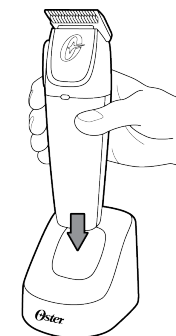

Figura 1
- Asegúrese de que el interruptor de la unidad está en la posición de «Apagado» (0).
- Inserte la cortadora de pelo en la base de carga de forma que la parte superior de la unidad esté orientada hacia usted y los contactos de la cortadora de pelo estén alineados con los contactos de la base de carga. La parte superior de la unidad es donde se encuentra el interruptor (Figura 1).
- Mientras se está cargando la unidad, el LED parpadeará lentamente en color verde hasta que Figura 1 está totalmente cargada. Una vez que la batería está totalmente cargada, el LED se iluminará permanentemente en verde y la unidad estará lista para usar.